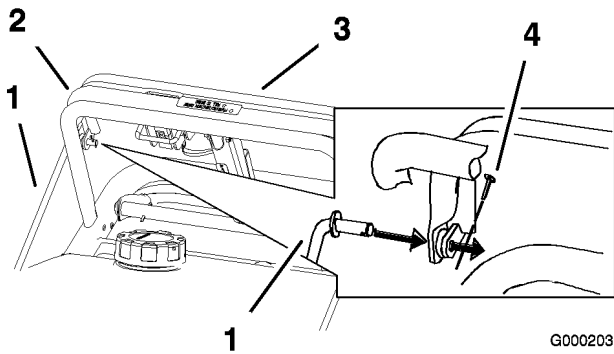

Figura 9
- Instale las varillas de control en la barra de control superior y la barra de control de la cuchilla. Fije las varillas de control con 2 pasadores de horquilla (Figura 9).